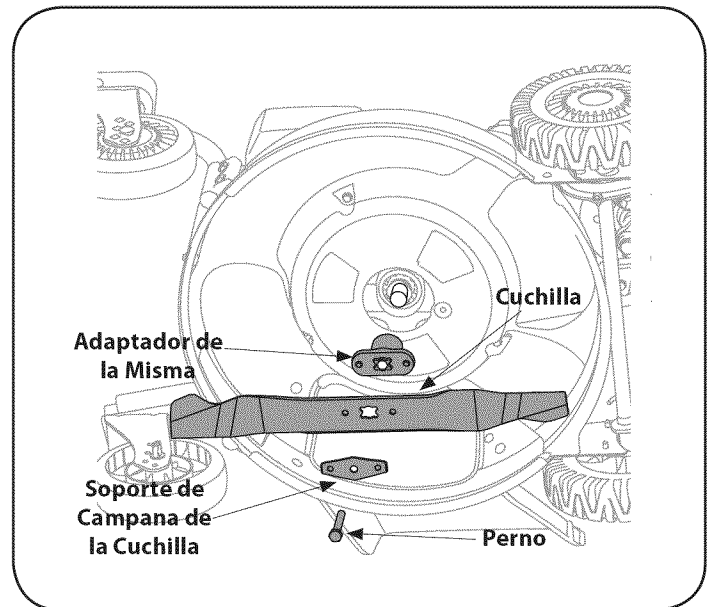

Figura 18
Puede ser necesario realizar un ajuste periódico del cable de cambios de seis velocidades debido al desgaste normal del cable. El ajuste es necesario si las seis velocidades no funcionan bien. La ménsula ajustable del cable se localiza sobre el lado izquierdo de la cortadora de césped junto al motor. Vea la Figura 18.
3. Afloje la tuerca hexagonal que sujeta la ménsula ajustable del cable. Vea la Figura 18.
2. Saque el perno y el soporte de campana de la cuchilla que sostienen la cuchilla y el adaptador de la misma al cigüeñal del motor. Vea la Figura 18.